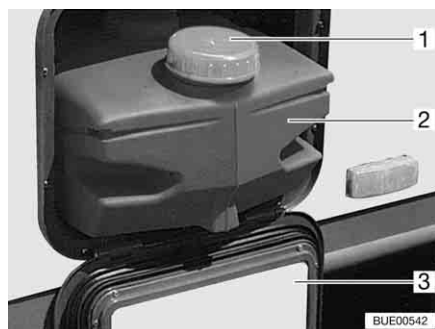

Bild 177 Wassertank 22 l
Bei Transport den Wassertank mit dem Verschlussdeckel (Bild 177,1) verschließen.
- Serviceklappe (Bild 177,3) öffnen (siehe Kapitel 6).
- Wassertank (Bild 177,2) herausziehen.
- Wassertank (Bild 177,2) herausziehen und entleeren.